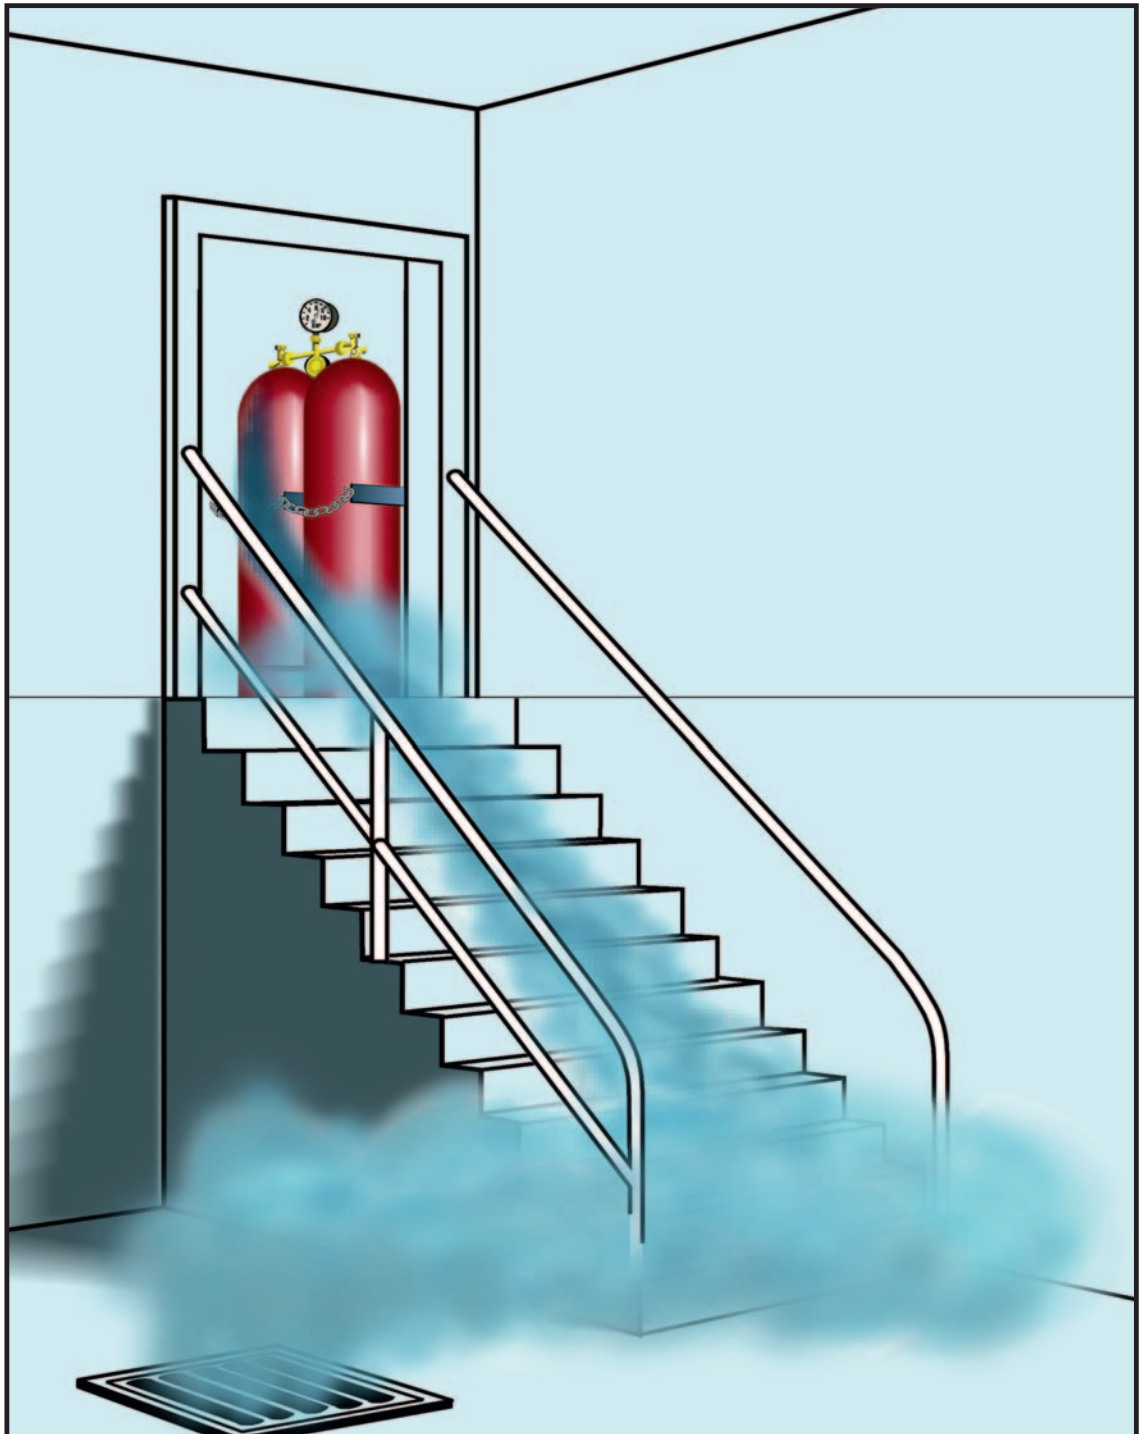

Figure 9 :
- Du fait de la densité du propane, du butane et de l'air, le GPL à l'état gazeux est près de deux fois plus lourd que l'air ; en l'absence de mouvement d'air, il tend par conséquent à s'accumuler au niveau du sol et peut s'écouler comme un liquide vers un local situé en contre-bas (figure 9).